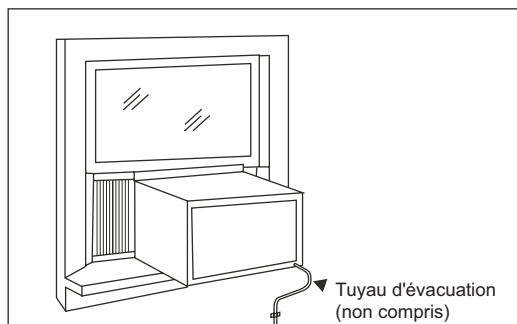

Fig. 19 - Tuyau d'évacuation
- Dans les régions très humides, l'écoulement de l'eau pourrait faire déborder l'appareil ou le rendre bruyant. Si cela se produit, il est conseillé de connecter un tuyau d'évacuation (non compris) à la bonde du conditionneur pour favoriser l'évacuation des condensats (voir Fig. 19).